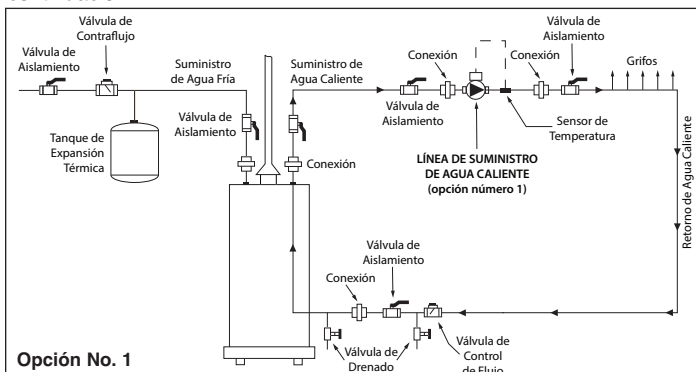

Figura 2: Diagrama de instalación (solamente para la explicación)
**Línea de Suministro de Agua Caliente (Opción No. 1)** - Instale el SmartPlus en la línea de suministro de agua caliente doméstica con el bombeo en dirección contraria a la fuente del agua caliente doméstica. El sensor externo que se proporciona con el SmartPlus debe instalarse en la línea de suministro del agua caliente doméstica. Consulte la Figura 2 a continuación.
1. Instale el SmartPlus en línea en la línea de suministro de ACS aguas abajo de la fuente de agua caliente como se muestra en la Figura 2. Asegúrese de que la flecha direccional en la carcasa esté instalada con la flecha apuntando lejos de la fuente de agua caliente.
2. Instale todos los demás componentes del sistema como se muestra en el diagrama de tuberías de la Figura 2.
4. Cierre la válvula de aislamiento ubicada en la línea de retorno entre el calentador de agua y la válvula de control de flujo (vea la Figura 2).
8. Conecte el sensor de temperatura externo incluido en el receptáculo "TEMP SENSOR" ubicado a un lado de la base del capacitor. Conecte el sensor en la línea de suministro de agua caliente corriente abajo de la bomba usando el conector negro de cinta de cierre suministrada. Vea la Figura 2.